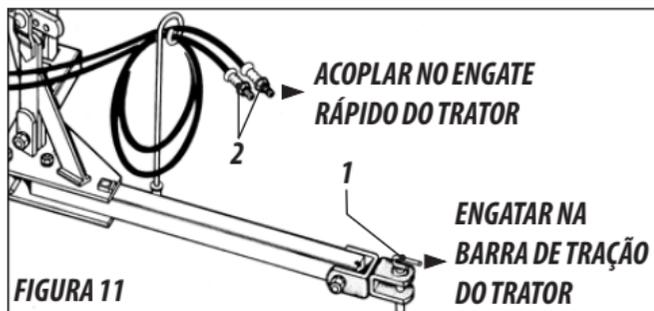

FIGURA 11
1 - Para engatar a grade na barra de tração do trator, deve-se observar o alinhamento dos mesmos, regular a altura exata no engate da grade e usar o pino "L" de engate item 1 figura 11.